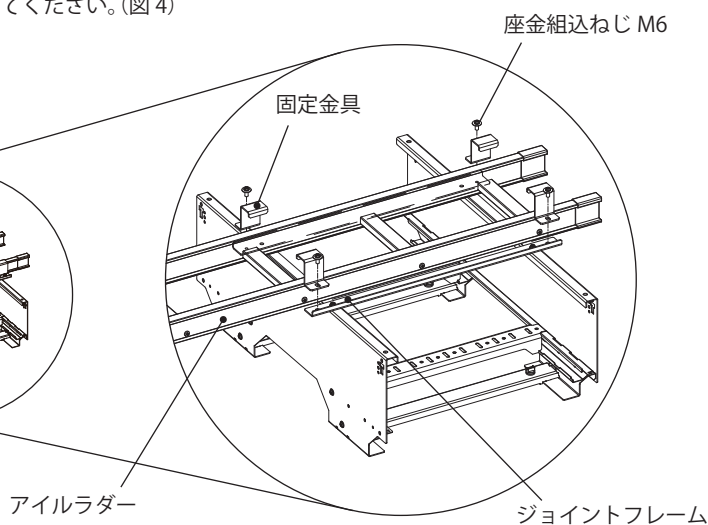

図 4
4. 固定金具をジョイントフレームに付属の座金組込ねじ M6 で固定してください。(図 4)